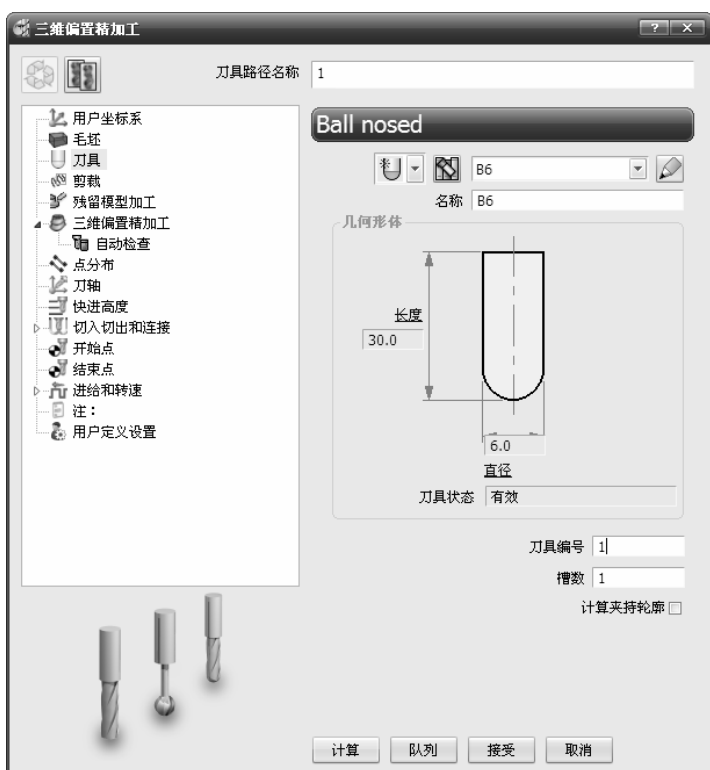

图 2-160 “三维偏置精加工”对话框
6) 单击主工具栏上的“刀具路径策略”按钮, 弹出“策略选取器”对话框，单击“精加工”选项卡，选中“三维偏置精加工”选项，单击“接受”按钮，弹出“三维偏置精加工”对话框，如图 2-160 所示。